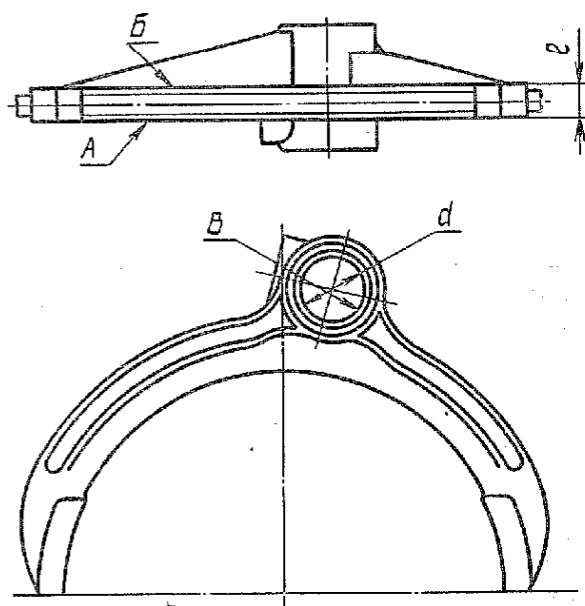

Рис. 147. Вилка включения 3-й и 4-й передач
2.19. Вилки переключения передач (рис. 147)